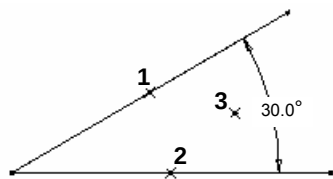
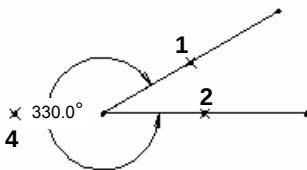

图 4.9.8 锐角的标注
图 4.9.9 钝角的标注
Step2. 分别在两条直线上选择点 1 和点 2；中键单击位置 3 以放置尺寸（锐角，图 4.9.8），或中键单击位置 4 以放置尺寸（钝角，图 4.9.9）。